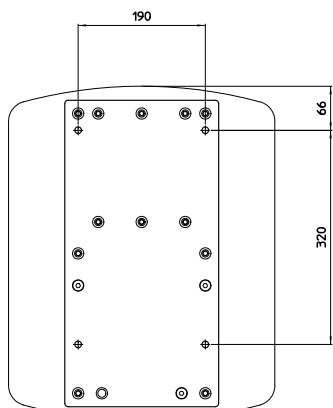

Abb. 2: Rückseitige Stahlplatte zur Befestigung an der Wand
- ✓ Bestimmen und identifizieren der Stelle für die 4 Loecher auf der Wand, laut Schema bei Abb. 2;